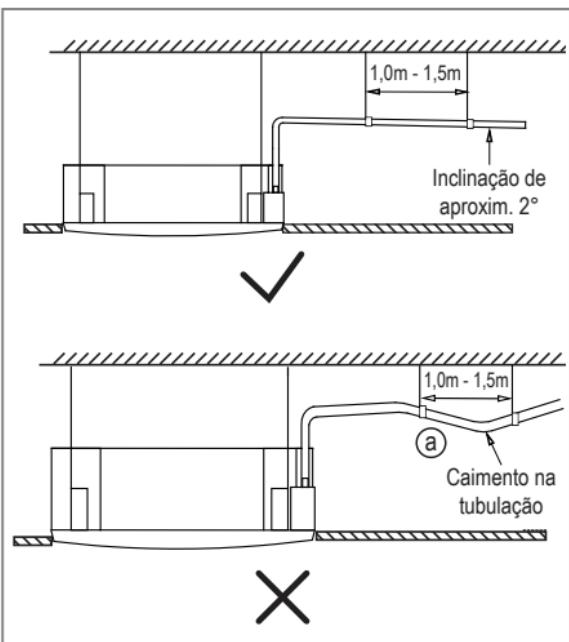

FIG. 21
- A tubulação de drenagem deve ter uma inclinação descendente de aproximadamente 2° para evitar que a água retorne à unidade (Fig. 21).
- Para evitar que a tubulação tenha cimentos (Fig. 21 - Detalhe "a") utilize fios/cabos suspensos a cada intervalo de 1,0 metros - 1,5 metros.